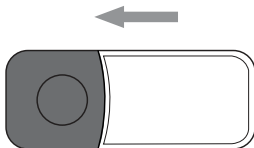

Fig. 2
- ◆ Marque as posições para os dois furos necessários, segurando o suporte de parede ⑩ no local de montagem desejado (altura máxima 2 m). Com a ajuda de ambos os olhais de suspensão ⑪, desenhe os furos.
- ◆ Utilize um berbequim e uma broca de 5 mm para fazer ambos os furos para as buchas ⑭ fornecidas.
- ◆ Coloque o emissor no suporte de parede **10**, de modo que as patilhas de retenção no suporte de parede **10** sobressaiam em ambas as aberturas na parte traseira do emissor. Desloque então o emissor na direção do botão de campainha **7**, de modo que as patilhas de retenção entrem nas calhas das aberturas e o emissor fique fixo no suporte de parede **10** (ver fig. 2).